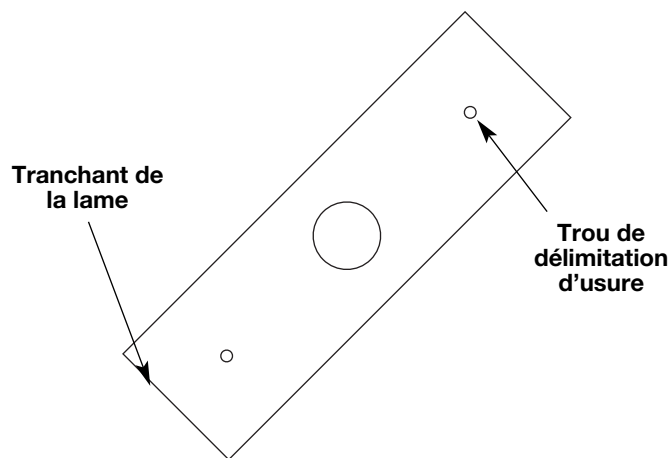

Fig. 14
- Vérifier l'état de la lame. Avec l'usure, le lame de coupe rétrécit, réduisant ainsi la performance de la hauteur de coupe. Remplacer la lame par une neuve lorsqu'elle s'émousse jusqu'aux trous de délimitation d'usure (Fig. 14).